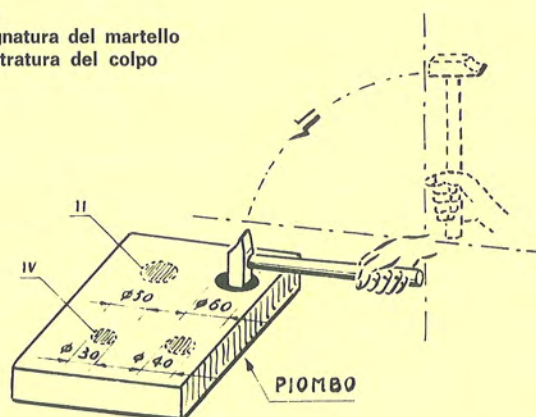

Fig. 3
- d) esercitarsi a battere dei colpi a distanze progressive in una data direzione (fig. 3);